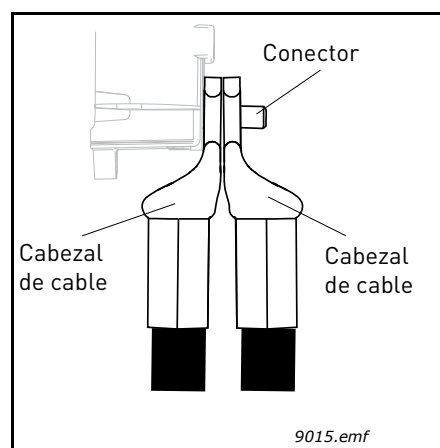

Figura 46. Colocación de dos cabezales de cable uno encima de otro
- **NOTA:** si utiliza varios cables en un conector, observe la posición de los cabezales de cable montados uno encima de otro. Consulte la Figura 46 a continuación.